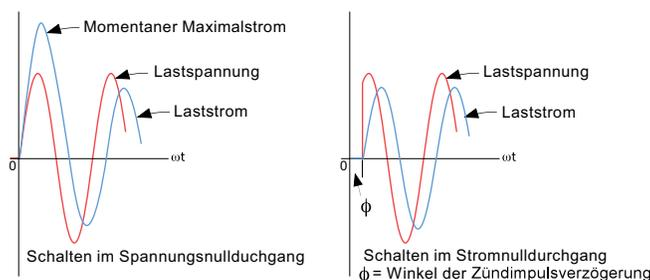

Abbildung 6.13d Definition der Zündimpulsverzögerung
- Verzögert Trigger Erscheint nur, wenn BetrArt = Impulsgruppenbetrieb, Soft Start = Aus und Last Typ = Trafo. Dieser Parameter bestimmt die Zündimpulsverzögerung im Phasenanschnitt, wenn eine Trafolast angesteuert wird. Dies gewährleistet, dass der Thyristor nicht im Stromnulldurchgang gezündet wird. Konfigurieren können Sie einen Wert zwischen 0 und 90 °. Siehe Abbildung 6.13d.